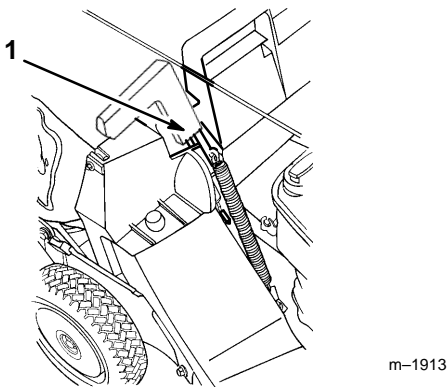

Abbildung 13
4. Den Griff der Auswurfkanaltür nach vorne ziehen, bis der Stift aus der Sperre kommt. Dann den Griff nach hinten bewegen, bis der Stift in der Kerbe im Korb einrastet (Abb. 13). Die Auswurfkanaltür im Rasenmähergehäuse ist jetzt offen.